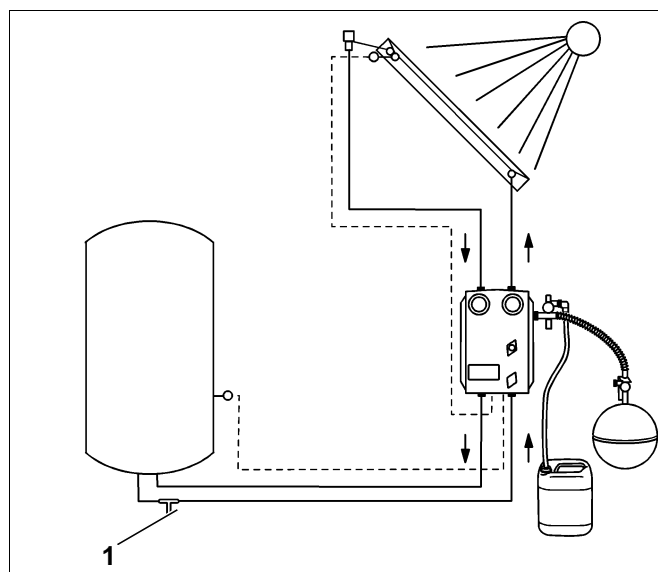

Fig. 22 Riempimento con fluido solare L
I L'impianto viene riempito di fluido solare con l'aiuto di una pompa, attraverso il rubinetto di carico/scarico nella tubazione di ritorno dello scambiatore di calore (fig. 22, pos. 1).